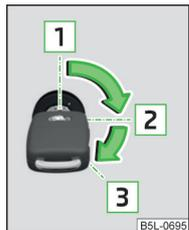

Fig. 89
Positions de la clé du véhicule dans le contacteur d'allumage » fig. 89
- Tournez la clé en position **1** » fig. 89 à la page 78.